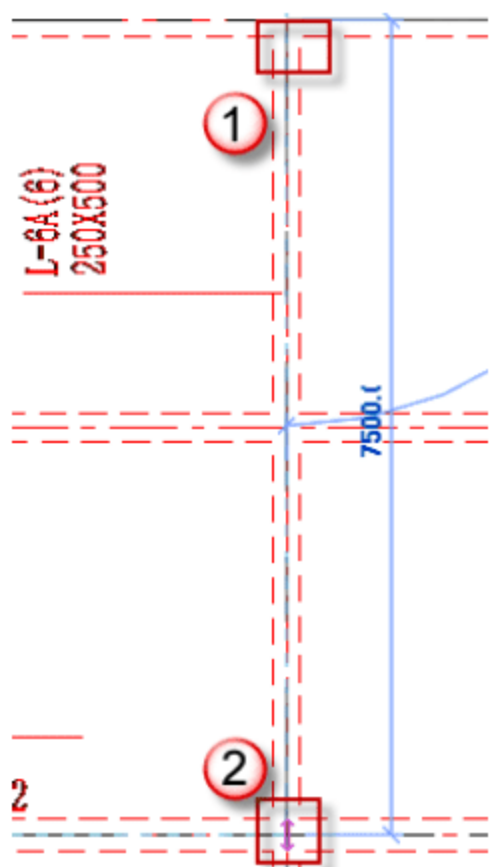

图 4.2.96 绘制 L-6A
(21) 绘制矩形框架梁 L-6A，按快捷键 B+M，放置平面为“标高 2”平面视图，先单击起始柱的中心为起点，后单击终止柱的中心为终点，如图 4.2.96 所示。